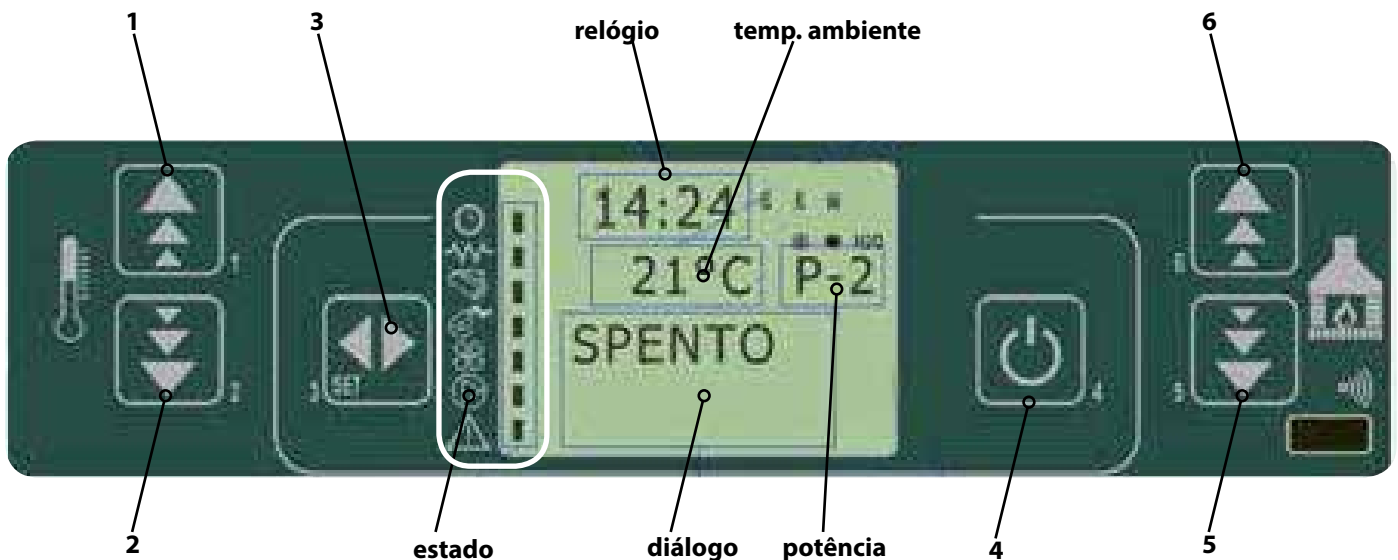

fig. 18a Descrição dos botões
Permite definir a hora e a data atual. O painel é provido de uma bateria de lítio que proporciona ao relógio interno uma autonomia superior a 3/5 anos. Para modificar os valores, a partir do menu **02 - Set Crono**, utilizando as teclas (5) e (6) fig. 18a, percorrer os itens até "02 - programa dia", escolher os novos valores com as teclas (1) e (2) fig. 18a e confirmar com a tecla (3) fig. 18a.
Permite selecionar o idioma de diálogo entre aqueles disponíveis. Para modificar o idioma, a partir do menu **03 - Escolher o idioma**, utilizando as teclas (1) e (2) fig. 18a, percorrer os itens até encontrar o idioma desejado.
Ativa a modalidade "STAND-BY" que coloca o produto na condição de desligamento depois que a temperatura ambiente permanecer superior ao valor definido (SET) além do tempo programado. Quando o desligamento ocorrer nessa condição, o reacendimento só será possível quando a temperatura definida (SET) for inferior àquela do ambiente durante um tempo determinado. Para modificar a modalidade do menu **04- Modo stand-by**, utilizando as teclas (1) e (2) fig. 18a é possível ativá-la/desativá-la.
Quando é definida a seleção como OFF, desabilita-se a sinalização acústica. Para modificar a modalidade, a partir do menu **05 - Campanha**, utilizando a teclas (1) e (2) fig. 18a é possível ativar/desativá-la.